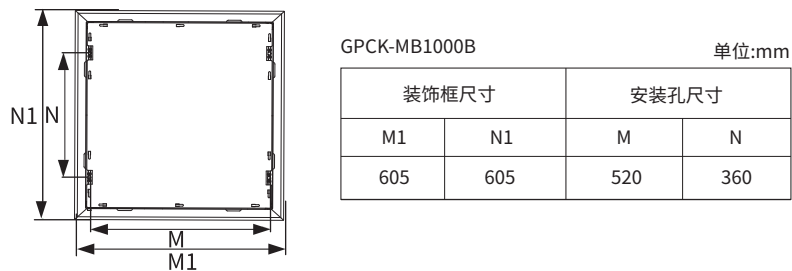

图 3
2.按图3及表格所示,根据升降架的型号来确定安装架的安装距离M、N,先在天花上打好孔,并将M8螺杆固定在天花上,如图4所示。